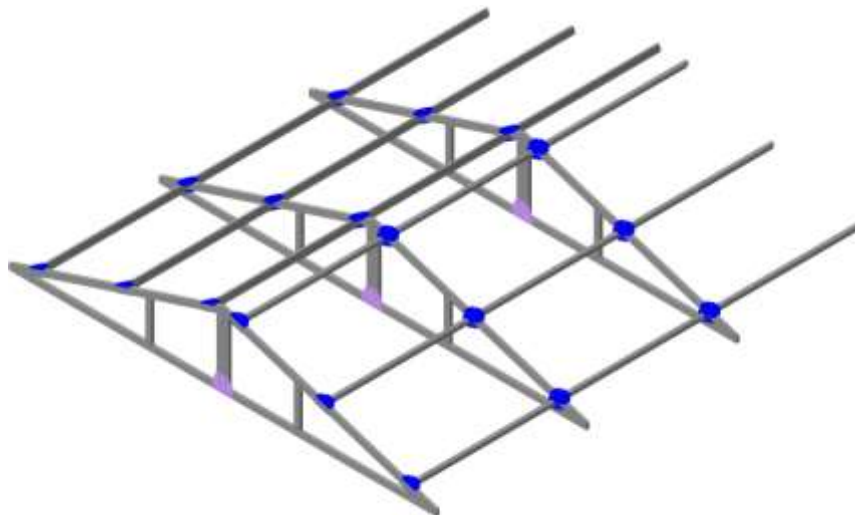

РИС. 4
4.1.4. Таким же образом необходимо собрать часть крыши длиной 2м (РИС. 4). Шаг между фермами должен составлять 1 м, 0,67 м или 0,5 м соответственно.